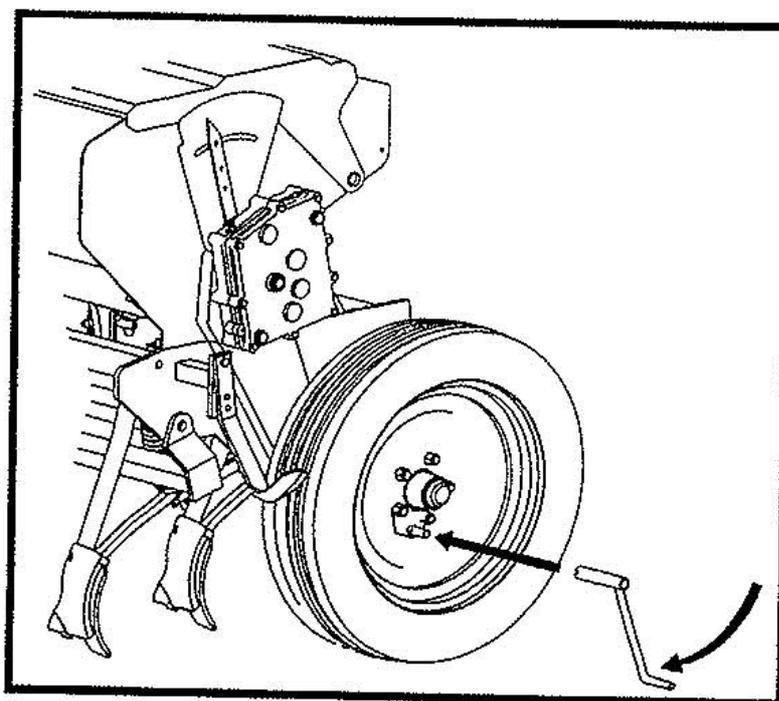

fig. 4
- 7) Con la **MANIVELA DE GIRO DE LA RUEDA** (fig. 4) se dan unas vueltas a la **RUEDA MOTRIZ** (derecha, mirando la máquina por detrás) en el sentido de marcha hasta que todos los distribuidores saquen semilla.